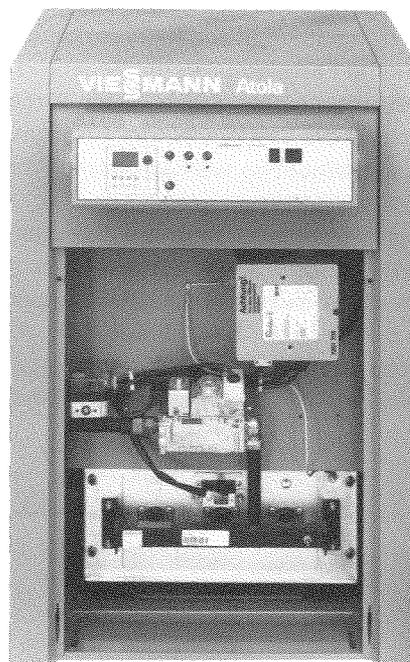

Abb. 17
19. Die Leitung mit Steckverbinder [41], die an die Brenneransteuerung angeschlossen wird, an der Kesselvorderseite nach unten führen, mit den angebrachten Clips befestigen und mit dem Steckverbinder [41] an der Brenneransteuerung zusammenstecken (Abb. 17). **Die Steckverbinder so weit zusammenstecken, bis sie hörbar einrasten.**